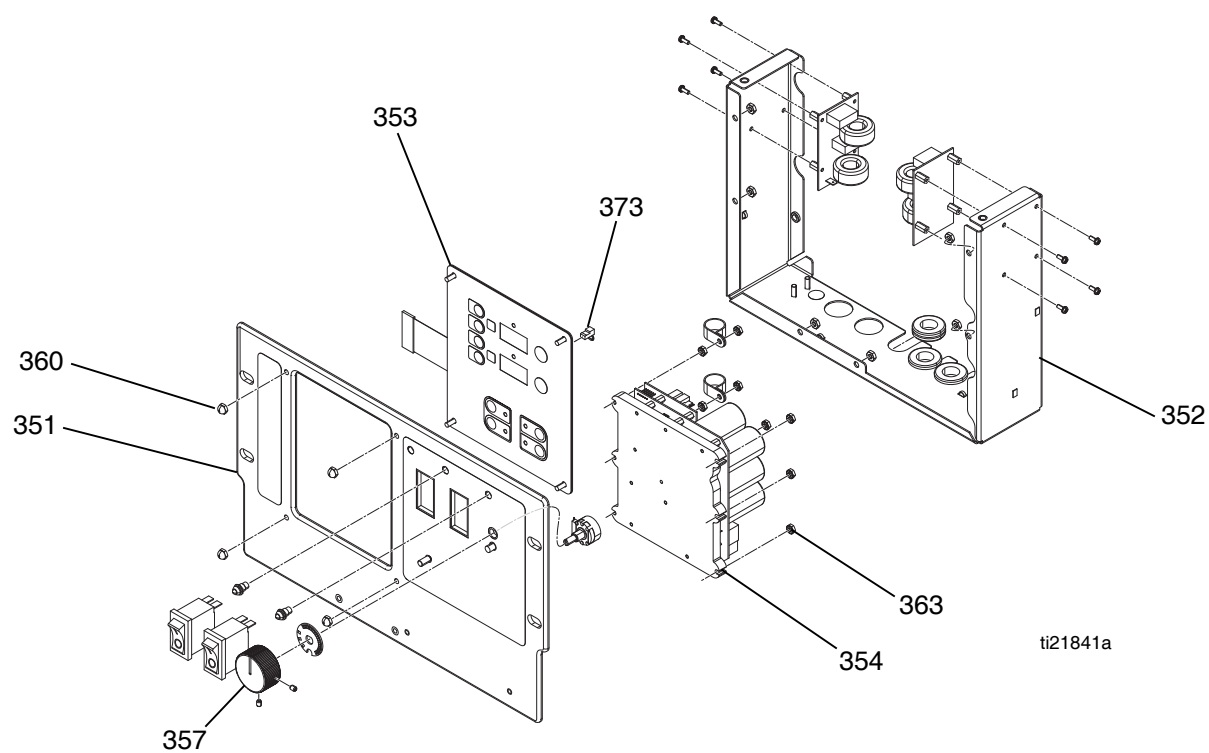

FIG. 10 Panel de control
4. Desconecte el cable principal de la pantalla (81) de la esquina superior derecha de la pantalla de temperatura (353). Vea la FIG. 10 en la página 43.
5. Retire el puente (373) de la parte trasera de la pantalla (353). Déjelo aparte e instale el puente en la nueva pantalla.
6. Desconecte el cable o cables planos (R) de la parte trasera de la pantalla; vea la FIG. 10, página 43.
7. Quite las tuercas (360) de la placa (351).
8. Desmonte la pantalla (353), consulte los detalles en la FIG. 10, página 43.
9. Vuelva a montar en orden inverso, vea la FIG. 10, página 43. Aplique sellante de roscas de resistencia media en los puntos indicados.
2. Retire la cubierta de la pantalla (26) de la parte trasera del carro para dejar la tarjeta de control (354) al descubierto.
3. Desconecte todos los cables y conectores de la tarjeta (354). Vea la Tabla 8, página 45.
4. Quite las seis tuercas (363) y retire la tarjeta de la tarjeta de control (354). Vea la FIG. 10 en la página 43.